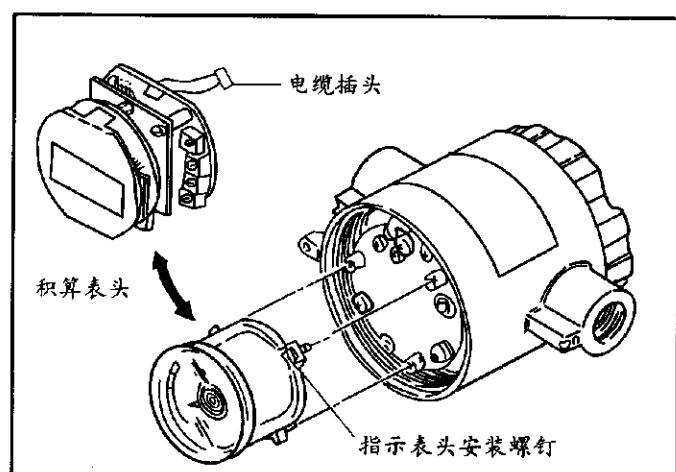

图8-7 现场指示或现场积算表头的拆卸
为了要接线等而须将现场指示或现场积算表头（附加规格）拆卸时，按下列顺序进行：（参看图8-7）
- (1) 切断电源。
- (2) 拆去盖子。
- (3) 带现场积算表头时，卸下连接在放大器组件上的电缆插头（参看图8-7）。
- (4) 松开固定指示或积算表头的3只螺钉。
- (5) 用手拔出指示或积算表头。
- (6) 安装指示或积算表头时，按卸下时相反的顺序对照好原来的安装位置，然后固定安装螺钉。